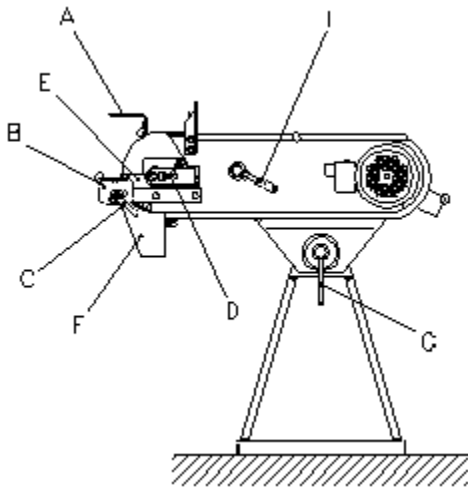
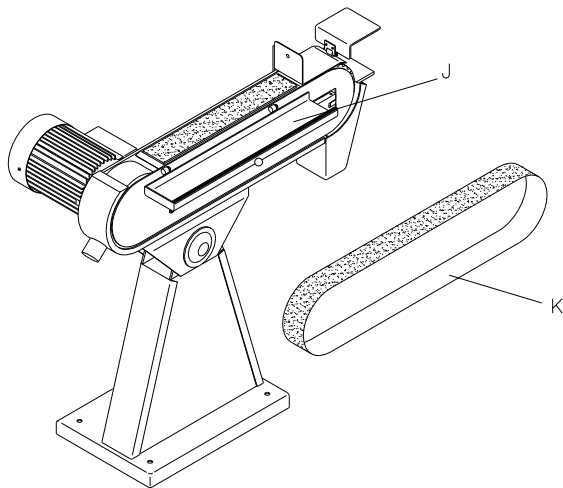

Рис. 1
Рис. 2
Искрогаситель (F) должен быть тщательно закреплен. Рабочая высота настраивается рукоятью (G). (См. Рис.1)
Для смены ремня поверните рукоять (I) против часовой стрелки для снятия натяжения. Откройте крышку (J) и выньте изношенный ремень (K) (рис. 2) против направления вращения. Прodelайте то же самое со стороны шкива двигателя. В обратном порядке установите новый ремень, внимательно проверьте совпадение стрелок на обороте ленты с направлением вращения. Натяните ленту рычагом (I) и выровняйте ручкой (D) (Рис.1).